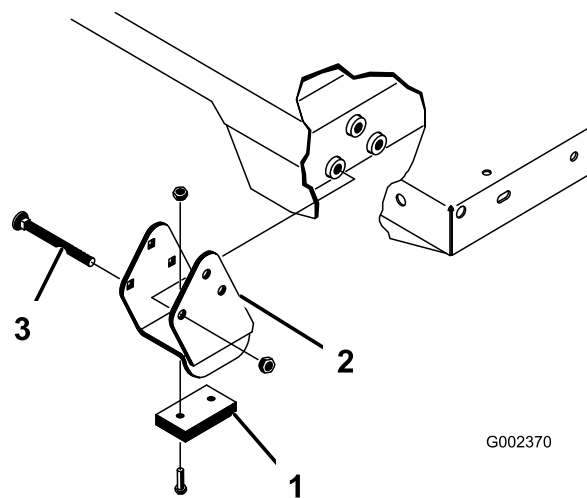

Рисунок 36
2. Аккуратно установите кузов на раму автомобиля, совместив отверстия в задней шарнирной плите кузова с отверстиями в заднем швеллере рамы, и установите два шплинтуемых штифта и шплинты (Рисунок 36).
4. Вставьте шплинтуемый штифт с наружной стороны кузова, при этом шплинт должен находиться снаружи (Рисунок 36).
Примечание: Убедитесь в том, что распорные кронштейны и износные колодки (Рисунок 36) установлены на свои места так, чтобы головки каретных болтов находились внутри машины.